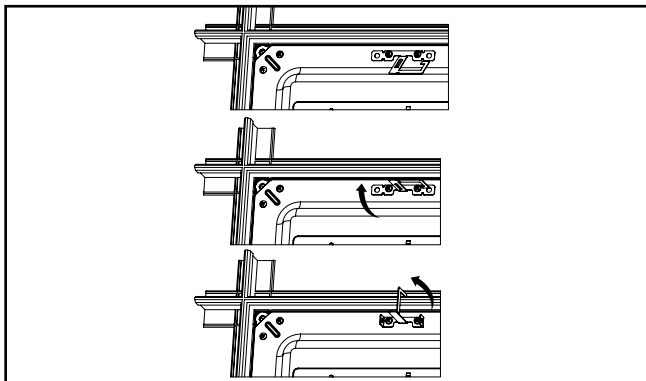

Figure 4.
6. Les brides de grille sont fournies afin de mieux le retenir au système de plafond. Orientez 4 languettes à l'arrière du luminaire par-dessus la grille en T en les pliant vers le haut à 90 degrés et perpendiculaires à l'arrière du luminaire. Ensuite, pliez les languettes à 90 degrés vers le cadre de la grille en T (Fig. 4).